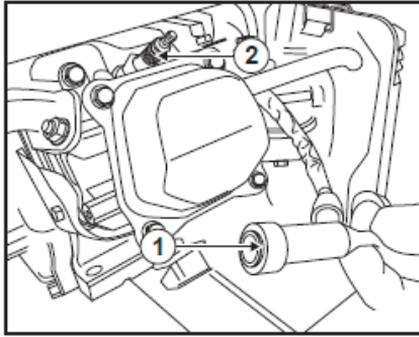

Рис.11
- Снимите колпачок свечи зажигания (1) и выкрутите свечу зажигания (2) входящим в комплект свечным ключём (Рис. 11);